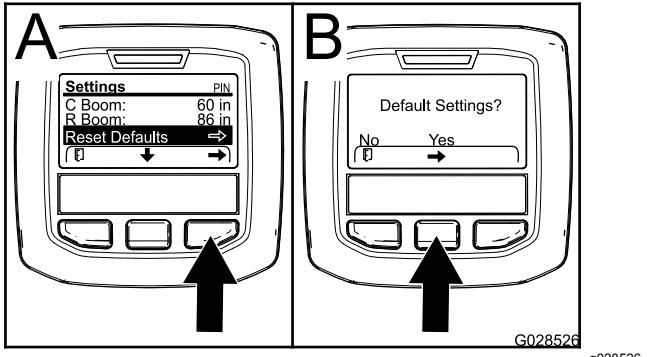

図 28
1. 中央ボタンを押して、「デフォルトに戻す」Reset Default ヘスクロールする図 28。
3. 「デフォルトに戻す」画面で、左ボタンを押すと No となり、右ボタンを押すと Yes となる 図 28。